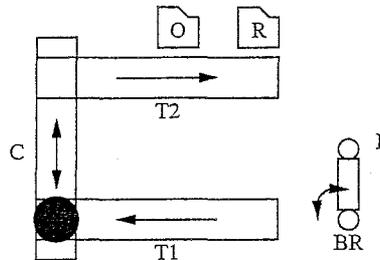

FIG. 1 – Système de production SP2 à la position initiale.
Il s'agit de modéliser avec des STE le système de production SP2 représenté dans la Figure 1. Ce système est composé d'un bras rotatif (BR) qui prend des objets du point d'alimentation (I) et les transporte vers le tapis (T1), d'un tapis T1 qui déplace tout objet posé au point de contact avec le bras BR vers le point de contact avec le chariot C, d'un chariot C qui transporte les objets du tapis T1 vers le tapis T2, d'un tapis T2 qui transporte tout objet posé au point de contact avec le chariot vers le point de sortie O ou vers le point de rebuts R en fonction de l'observation de l'objet effectué durant son déplacement sur ce tapis, d'un point d'alimentation (I) qui dispose un objet sur le bras rotatif BI quand celui-ci est arrêté à son endroit, d'un point de sortie O qui récupère les objets du tapis T2 quand ils sont arrêtés à son endroit, d'un point de rebut (R) qui récupère les objets du tapis T2 quand ils sont arrêtés à son endroit.